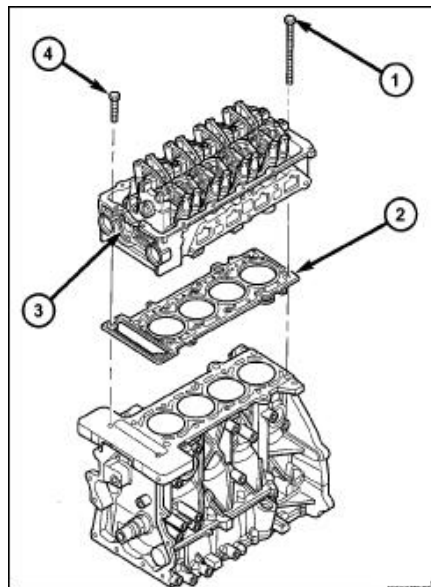

图32 气缸盖和气缸垫
(33) 拆卸气缸盖螺栓(图. 32)。
(34) 拆卸气缸盖和气缸垫。